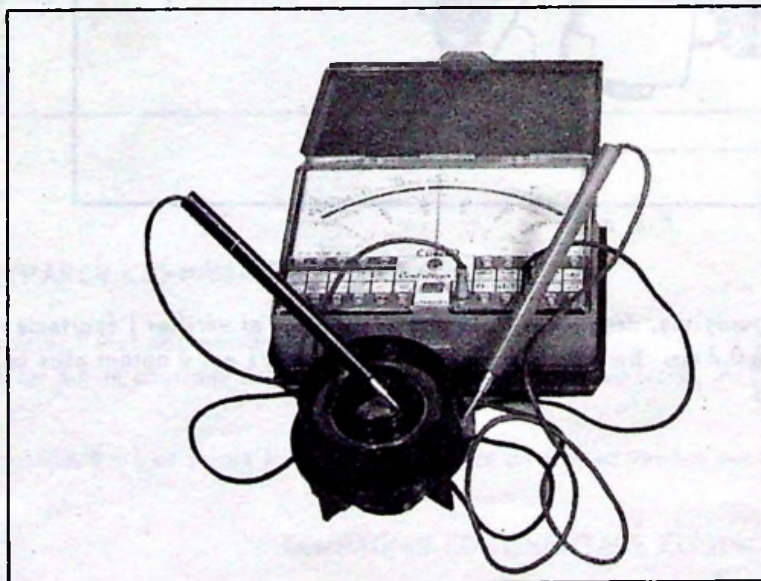

Fig. 1
- g) le rotor d'allumage. Mesurer la résistance de chacun des deux doigts à l'aide d'un ohmmètre (SOURIAU 1493 ou CENTRAD 819 fig. 1).